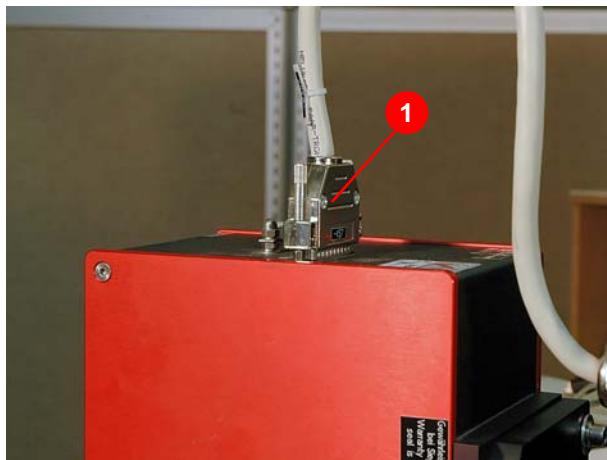

Abbildung 7.1 Anschlußstecker Galvokopf
2. Anschlußstecker des Galvokopfes (1) (Abbildung 7.1) lösen und abziehen.